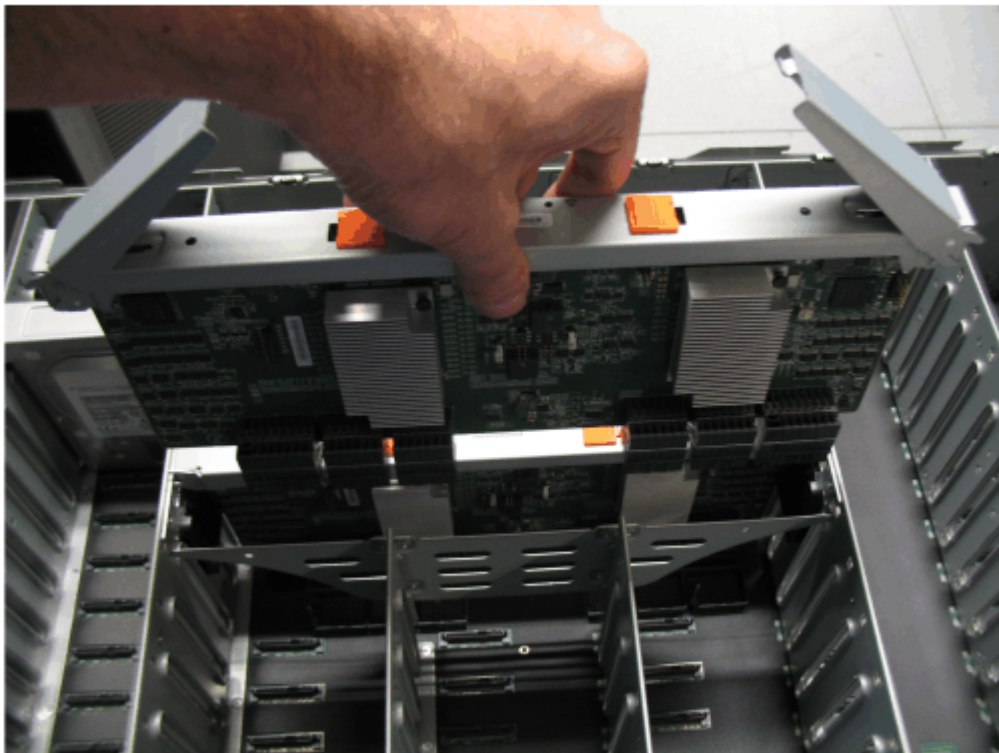

Рисунок 89. Замена вспомогательного модуля расширения
4. Аккуратно выровняйте края вспомогательного модуля расширения по направляющим корпуса (см. Рисунок 89 на стр. 76).